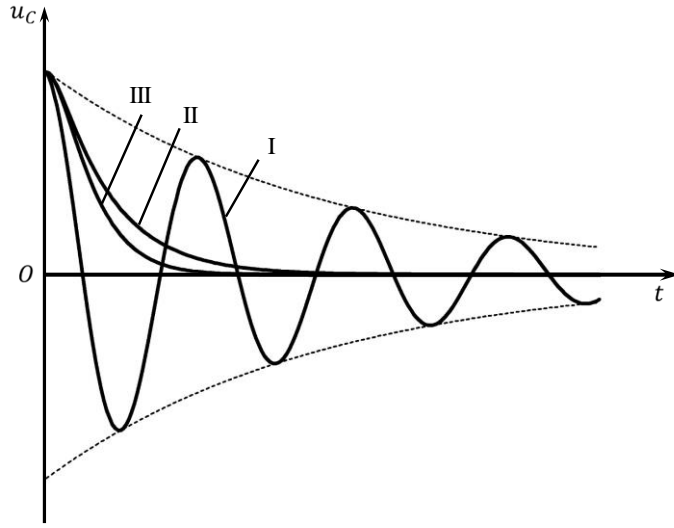

图 6 RLC 暂态过程中的三种阻尼曲线
$u_C$  随时间变化的规律如图 6 中曲线 I 所示，即阻尼振动状态。此时振动的振幅呈指数衰减。 $\tau$  的大小决定了振幅衰减的快慢， $\tau$  越小，振幅衰减越迅速。
(18) 式所表示的  $u_C - t$  的关系曲线见图 6 中的曲线 II，它是以缓慢的方式逐渐回零。可以证明，若  $L$  和  $C$  固定，随电阻  $R$  的增长， $u_C$  衰减到零的过程更加缓慢。
③  $R^2 = 4L/C$ ，即阻尼系数  $\zeta = 1$ 。对应于临界阻尼状态，其解为
其中 $\tau = 2L/R$ 。它是从过阻尼到阻尼振动过渡的分界点， $u_C - t$ 的关系见图 6 中的曲线 III。